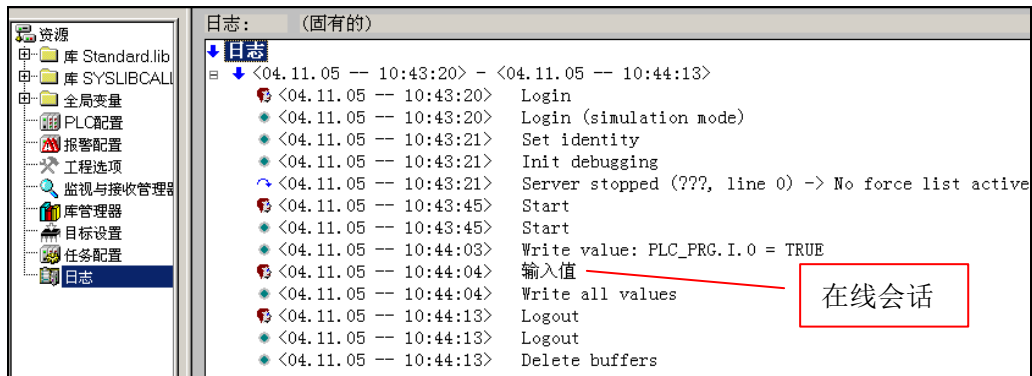

图 7-6-12 日志列表
- 选中“激活日志”，在工程中启用日志记录功能，显示日志列表，如图 7-6-12 所示。在日志中分别记录了登录、运行、初始化、输入值、退出和清除缓存区等一系列用户动作、状态变化或内部动作。
- “日志”窗口在“离线”和“在线”两种模式下均可使用。图 7-6-12 所示为一个在离线仿真模式下产生的日志列表。